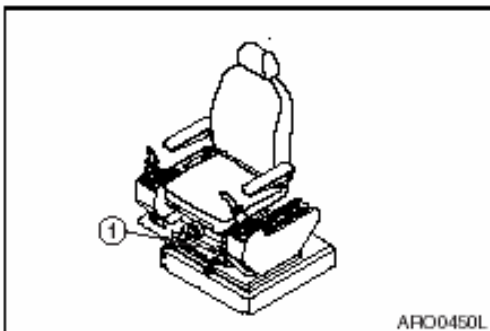

Figura 15
2. Baje la palanca de seguridad (Figura 15).